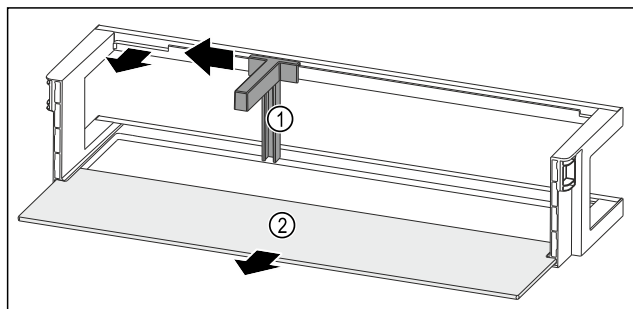

Fig. 97 Balconcino controporta con portabottiglie e ripiano
- Spingere il portabottiglie Fig. 97 (1) lateralmente fino all'incavo.
- Rimuovere il portabottiglie Fig. 97 (1).
- Rimuovere il ripiano Fig. 97 (2).